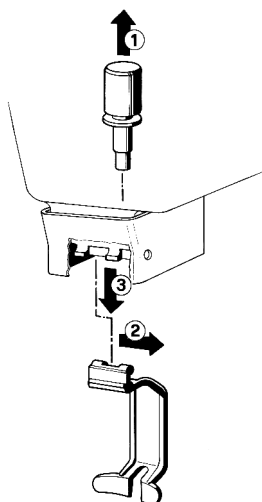

figure 6
- 1 - Défiler (1) le piston et démonter (2-3) le levier de débit robinet (voir figure 6).